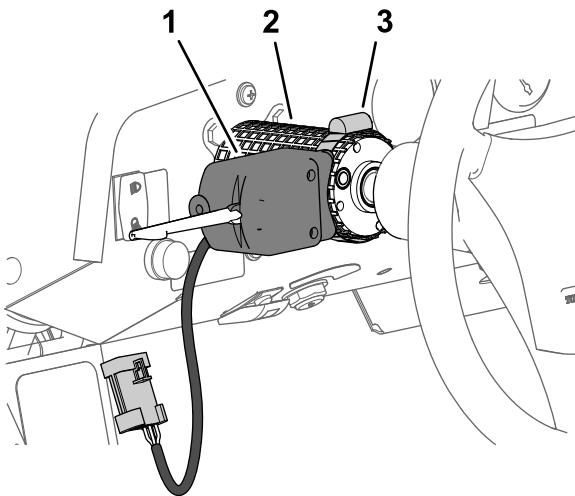

Figure 34
- Montez la commande des clignotants sur la vanne de direction avec le collier, comme montré à la Figure 34, et serrez le collier à la main.